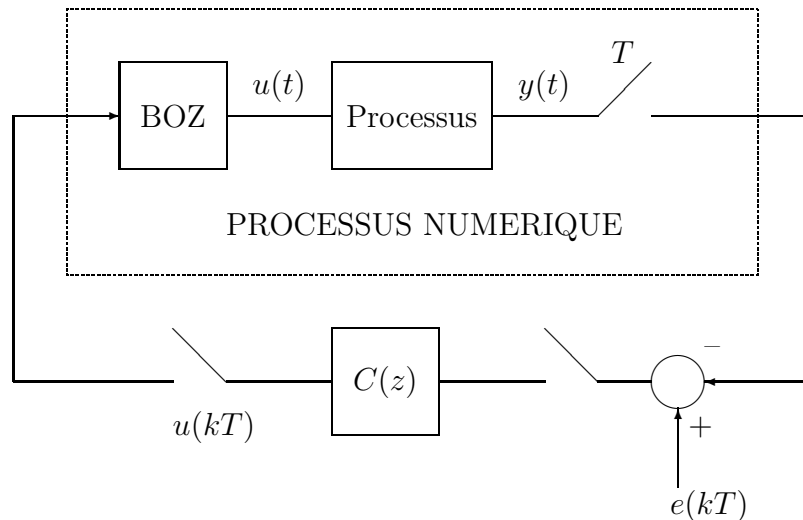

FIG. 3 – Processus continu dans une boucle numérique d’asservissement
Plutôt que d'implanter ce correcteur analogique au sein d'une boucle analogique d'asservissement, on décide de piloter le processus continu par une boucle numérique d'asservissement¹ selon le schéma de la figure 3.
- 2.3) Donner la fonction de transfert en Z du processus numérique équivalent au processus continu muni de son BOZ et échantillonné à la période T (Cf. Figure 3).